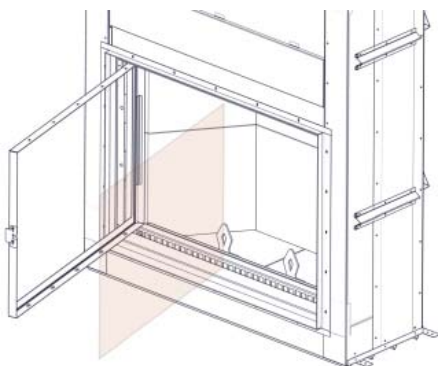

FIG.2
- D. Retirez la vitre du cadre de porte. (FIG.2)